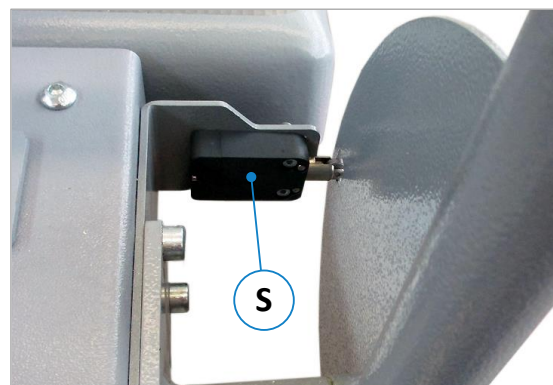

Abbildung 37: Not-Halt-Positionsschalter
- Die Not-Halt-Situation wird durch den Not-Halt-Positionsschalter (**S**) ausgelöst (siehe ⇒ Abbildung 37).